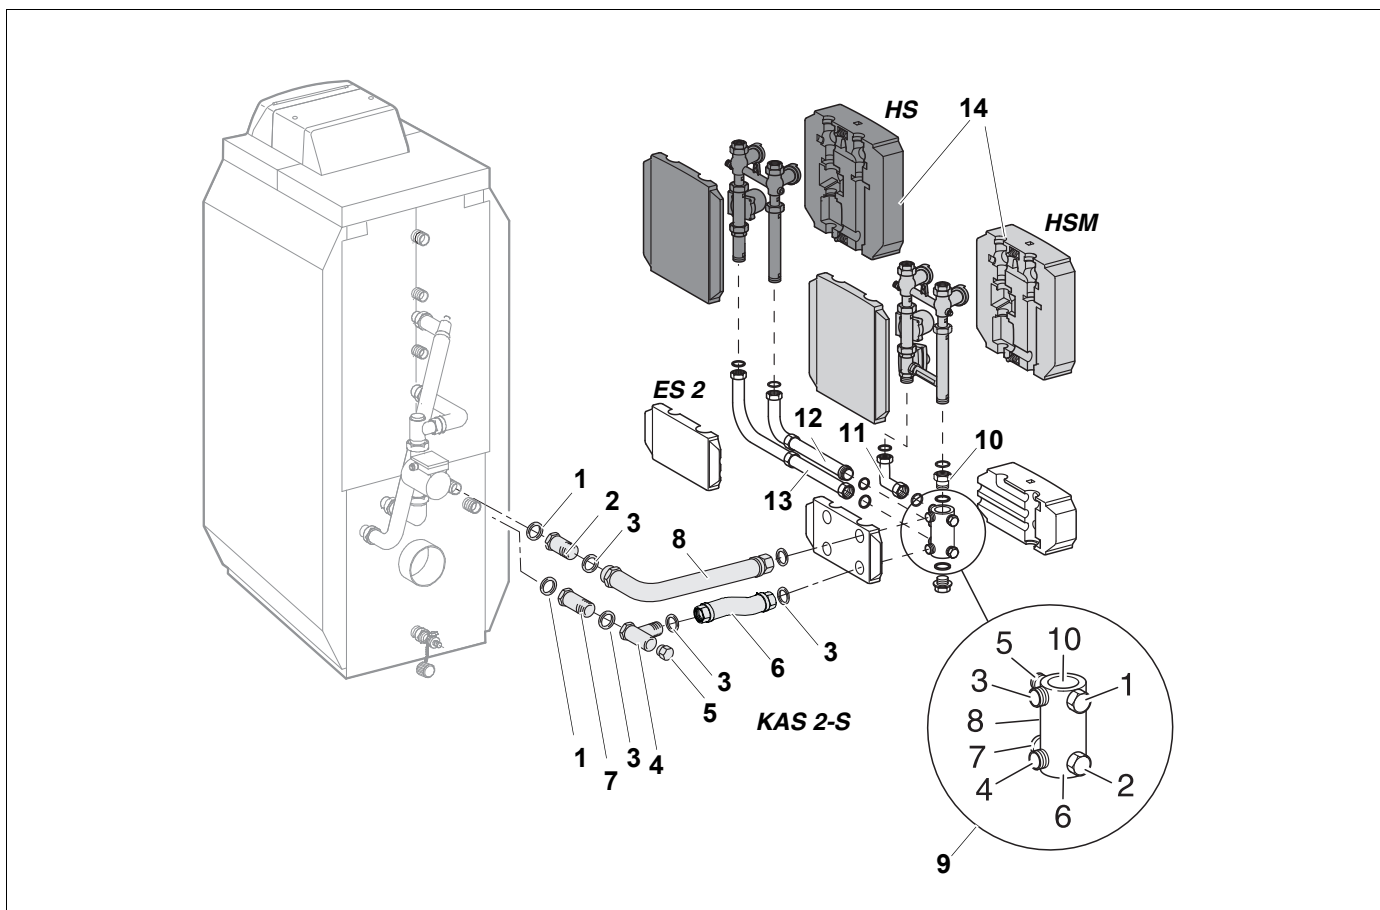

Рис.7 Монтаж KAS 2-S параллельно слева (S = сбоку)
Нумерация штуцеров на встроенной многофункциональной гребенке должна обязательно соответствовать нумерации на рис. 7, иначе будут неправильно подключены подающая и обратная линии со стороны котла и со стороны отопительного контура!
- Приверните комплект подключения отопительного контура со смесителем (HSM) или без него (HS) в соответствии с рис. 7.
- Смонтируйте колено с уплотнением [3] (длинная сторона) (рис. 7).
- Уложите уплотнение [3] в соответствии с рис. 7 в резьбовое соединение промежуточного участка [13] и приверните промежуточный участок к штуцеру № 7 многофункциональной гребенки.
- Смонтируйте колено с уплотнением [3] (короткая сторона) (рис. 7).